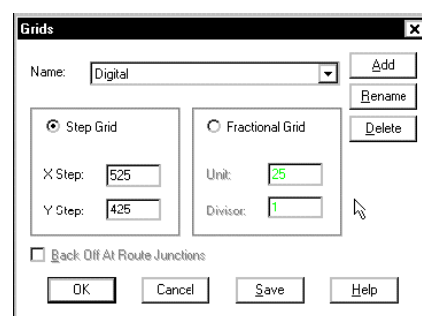

Рис. 10. Настройка сетки для размещения компонентов.
2. В появившемся диалоговом окне Grids (рис. 10) включим опцию Step Grid и в полях X Step и Y Step введем значения 525 и 425 соответственно.